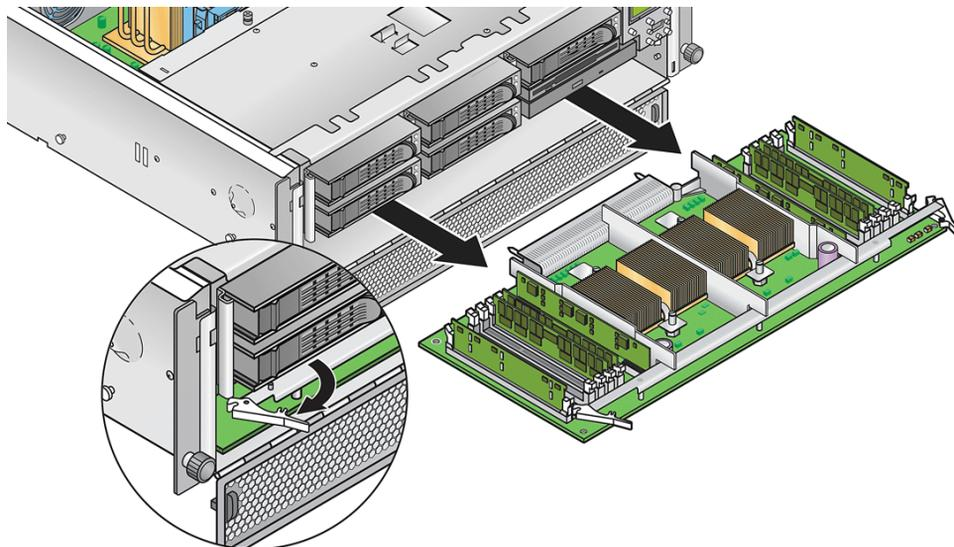

FIGURE 4-15 Retrait de la carte CPU du châssis
5. Ouvrez *simultanément* les deux leviers en plastique dans les angles de la carte CPU pour la libérer de son backplane, puis faites-la sortir avec précautions du serveur (voir la FIGURE 4-15).